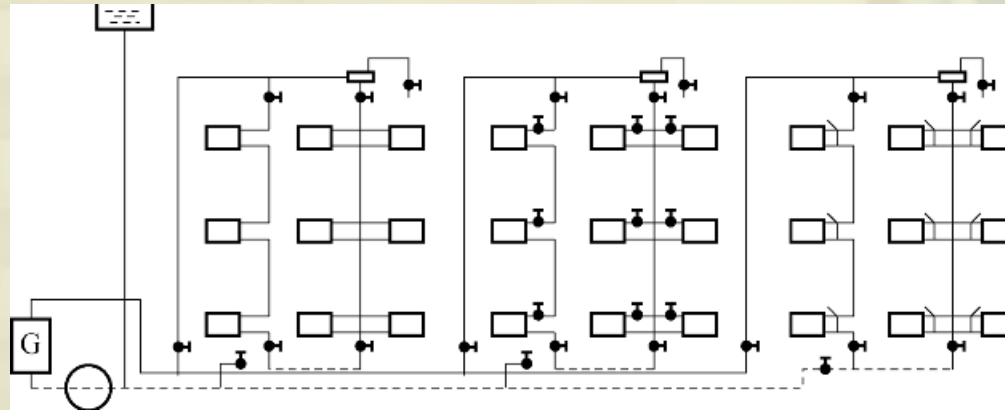

图4-5 上供下回单管散热系统
(3) 上供下回单管散热系统
- 上供下回单管散热系统的结构如图4-5所示。与双管系统不同的是，该系统的供、回水立管是共用的，各散热器的供、回水口均与这根立管连接；而供、回水干管分别布置在所有散热器的上方、下方。